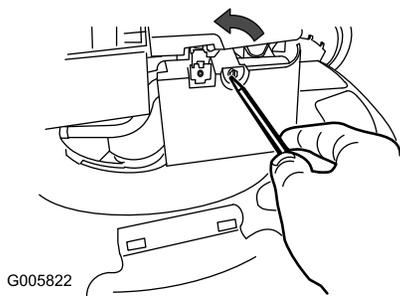

Figura 17
1. Utilice un destornillador para abrir la tapa del filtro de aire (Figura 17).